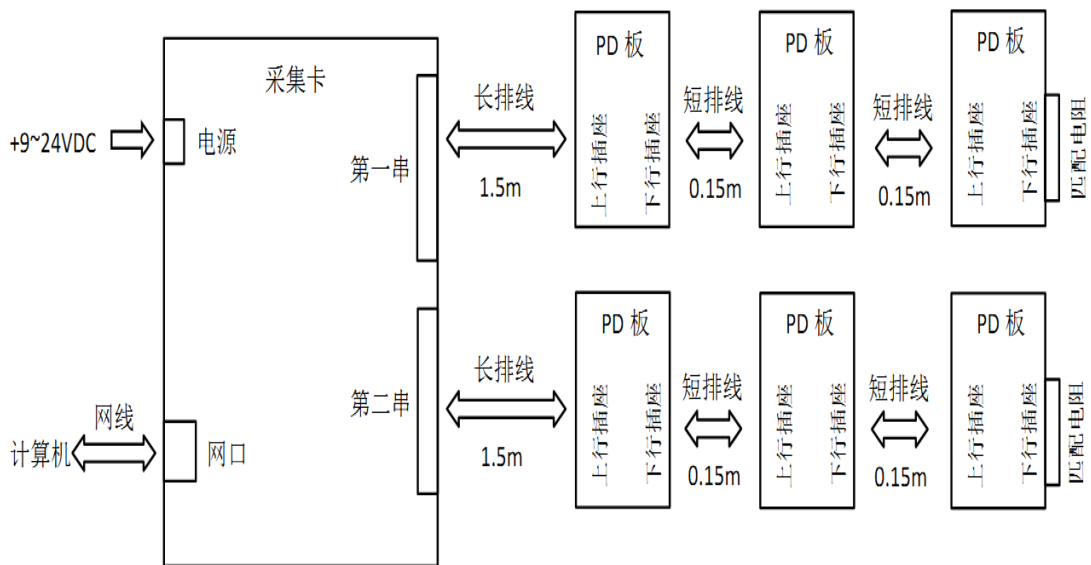

图 2-2 PD 阵列模块与采集卡的连接方式
- ◆ 采集卡和 PD 阵列模块的连接方式如下图 2-2，注：下图中连接两串，每串 3 块 PD 阵列模块。